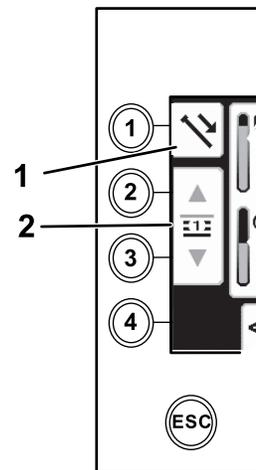

Рисунок 25
- Нажмите кнопку 1 для выбора опции Push (Проталкивание) трубы (Рисунок 25).
- Нажмите кнопки 2 и 3 для выбора ряда, откуда вы хотите взять трубу (Рисунок 25).